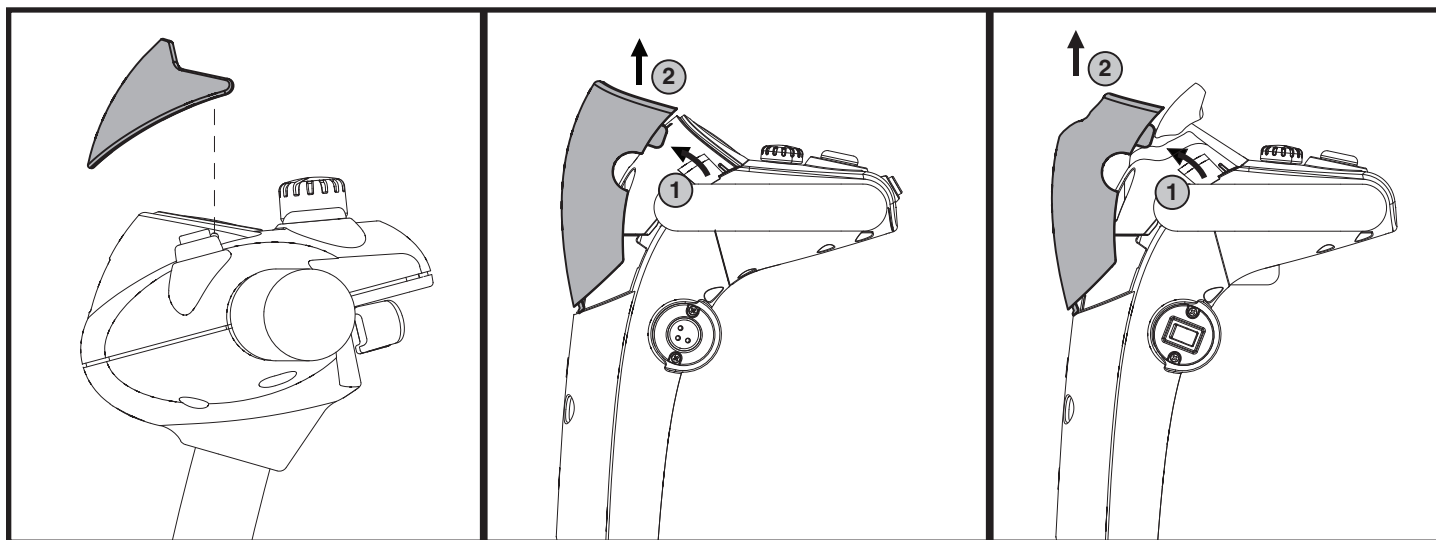

Figure 18. Visière de la console
1. Tirez doucement sur la visière vers l'arrière du Travel Scooter pour le détacher de la fixation velcro et le retirer de la console. **Voir la figure 18.**